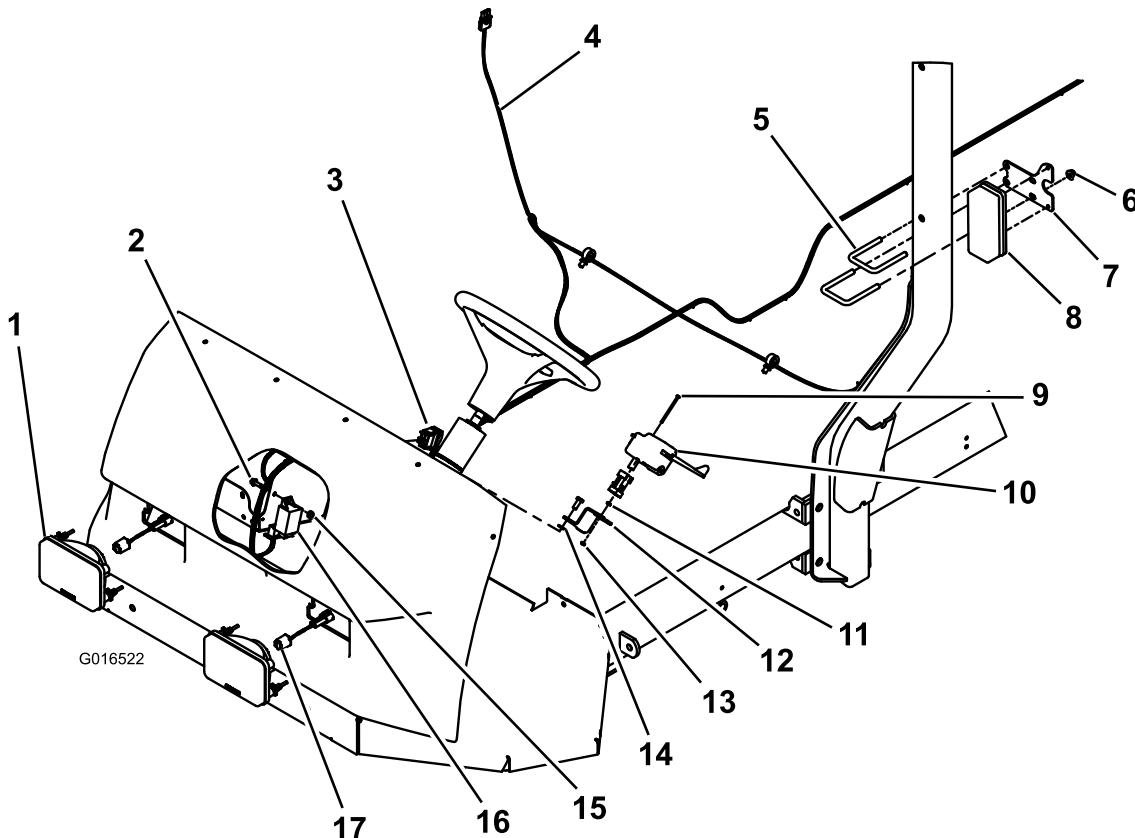

Figura 1
3. Insira os novos faróis (Figura 1) e prenda-os com os fixadores que retirou no passo 2.
1. Retire os 2 parafusos do lado esquerdo da coluna da direcção (Figura 1).
Instale o módulo dos piscas com um parafuso flangeado de cabeça sextavada e uma porca flangeada hexagonal (Figura 1).